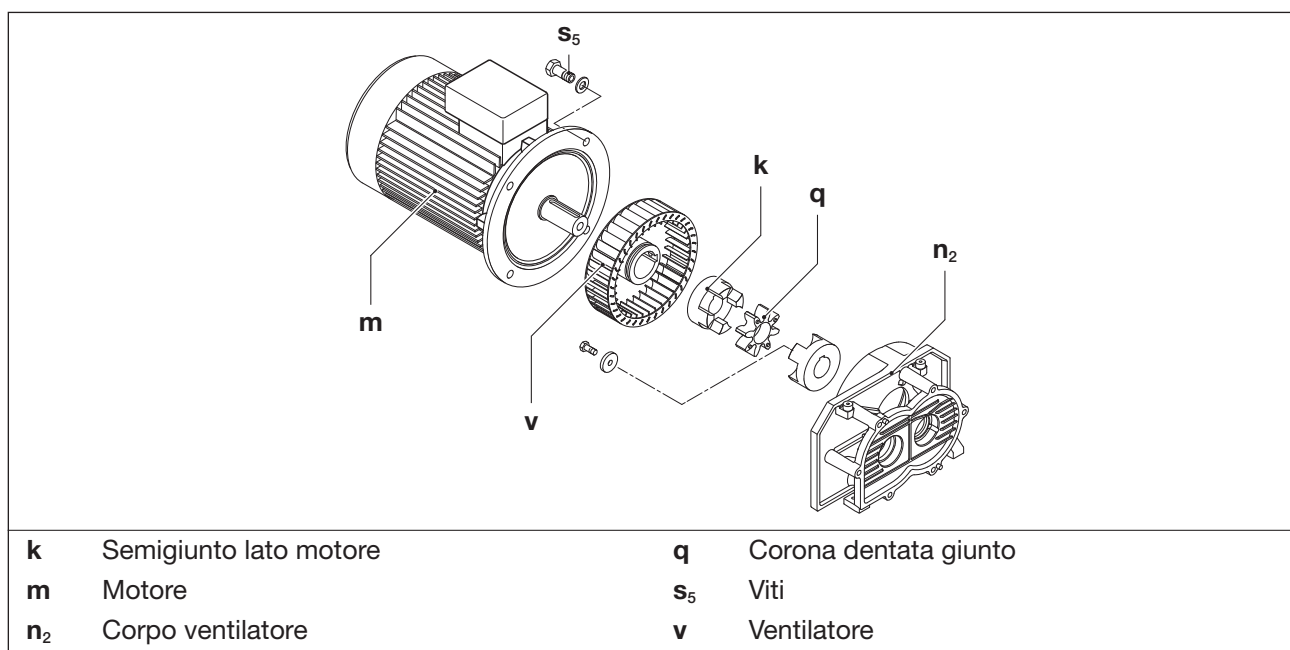

Fig. 8 Giunto
La corona dentata del giunto (Fig. 8/q) è soggetta a usura e deve essere controllata regolarmente (almeno 1 x anno). Anche il ventilatore (Fig. 8/v) deve essere periodicamente controllato in relazione a danneggiamenti.
- b) Agganciare il motore (Fig. 8/m) al passante di trasporto mediante dispositivo di sollevamento.
- c) Allentare le viti (Fig. 8/s₅) sulla flangia del motore e staccare il motore con la metà del giunto lato motore (Fig. 8/k) dal corpo ventilatore (Fig. 8/n₂) in direzione assiale.
- d) Verificare la corona dentata (Fig. 8/q). Se la corona dentata è danneggiata o consumata, sostituirla.
- e) Controllare il ventilatore (Fig. 8/v) e sostituirlo se necessario.
- f) Far scorrere la corona dentata e il motore con la metà del giunto lato motore in senso assiale e fissare alla flangia del motore con le viti (Fig. 8/s₅).